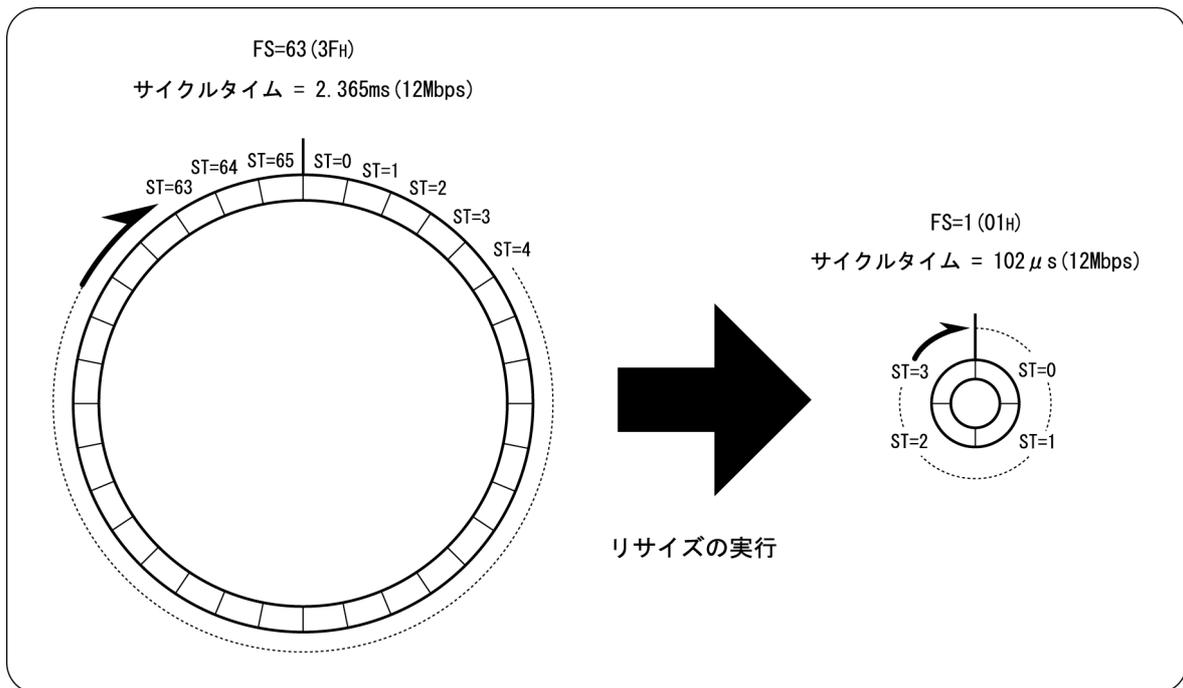

図4.27 リサイズ
CUnet プロトコルを搭載した MKY40 によって構築される CUent においては、ファイナルステーション (FS) の初期値は 63 (3FH) です。リサイズは、ユーザシステムにおいて 64 個のフレームを必要としない場合に利用価値があります。例えば SA=0 と SA=1 の 2 つの MEM ステーションしか使用しないユーザシステムの場合、サイクルを構成する SA=2 ~ 63 のステーションタイム (ST) の間、大きなネットワーク未使用時間が生じます。そこでファイナルステーション (FS) の値を“1”に変更すれば、最も効率の良いサイクルによる利用が可能となります。例えば、12Mbps 運用の場合、メモリデータ共有の応答速度は、2.365ms から $102\mu\text{s}$ へと高速になります (図 4.27 参照)。